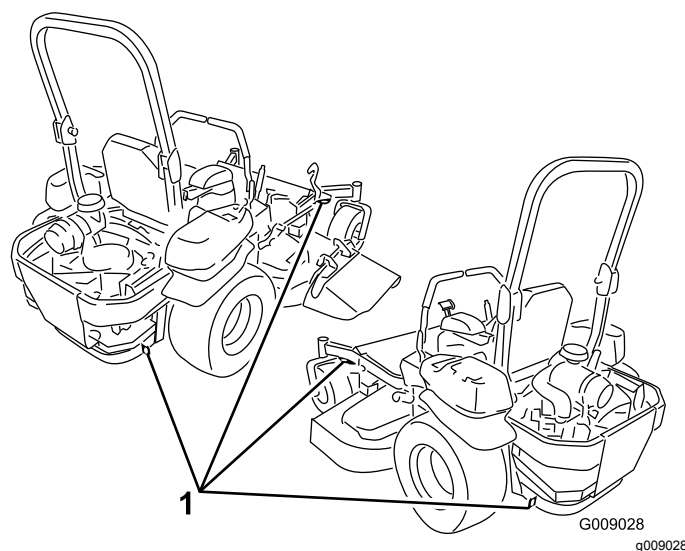

Figura 29
5. Utilizzate gli anelli di ancoraggio metallici sulla macchina per fissarla saldamente al rimorchio o all'autocarro per mezzo di cinghie, catene, cavi o corde (Figura 29).